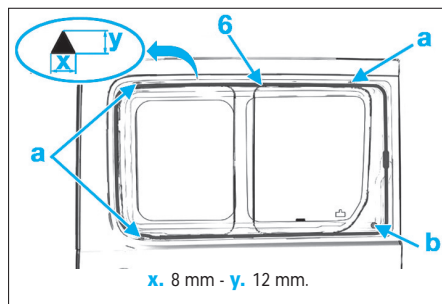

FIG. 9
- Tailler la buse de façon triangulaire pour obtenir un cordon (6) de joint de largeur 8 mm et de hauteur 12 mm (Fig.9).